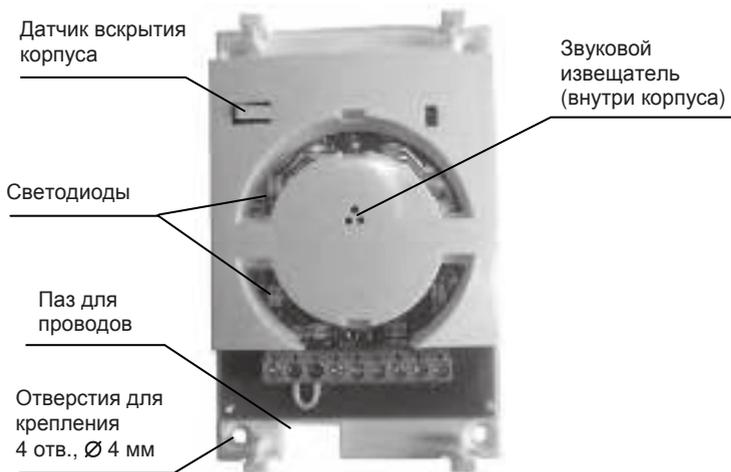

Рисунок 6 – Вид считывателя без крышки
- 3) уложить соединительные провода в канал (или протянуть через отверстие в стене) и протянуть их через паз в корпусе (см. рисунок 6);
В считывателе имеются встроенный звуковой извещатель и светодиоды (см. рисунок 6), которые предназначены для индикации состояния считывателя и реакции на поднесение кодоносителя.